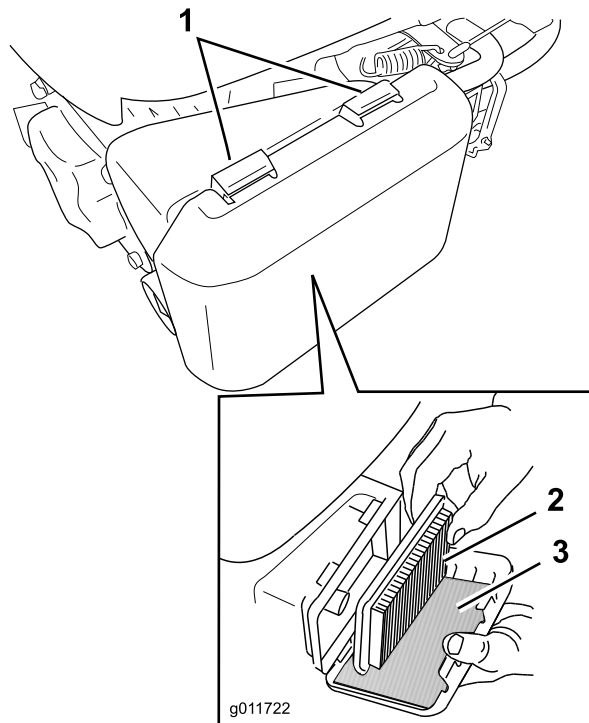

Рисунок 18
1. Нажмите книзу на язычки защелок наверху крышки воздухоочистителя (Рисунок 18).
3. Извлеките бумажный воздушный фильтр и фильтр предварительной очистки из пеноматериала (Рисунок 18).